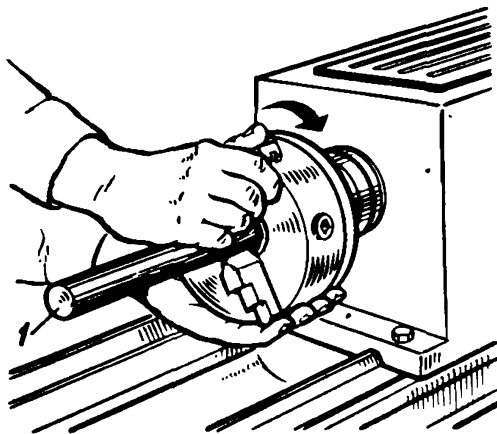

Рис. 7
3.5. Закрепить патрон на шпинделе станка (рис. 7). Взять патрон двумя руками и осторожно надеть его на направляющую шпиндельную оправку 1. Перемещая патрон по оправке влево и одновременно вращая его двумя руками, совместить первые нитки резьбы шпинделя и патрона, а затем навернуть патрон на шпиндель до упора, как показано на рис. 7. Вставить патронный ключ в квадратное гнездо патрона и повернуть его резким движением от себя до отказа. Вынуть ключ, вытереть выступившее масло обтирочным материалом.